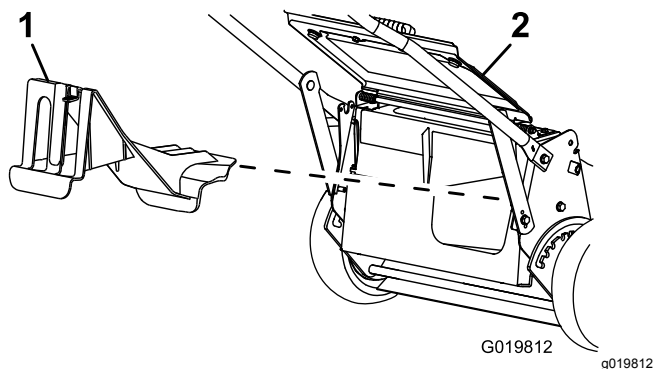

Figura 22
- Se il coperchio di scarico posteriore non è installato, afferratelo dalla maniglia, sollevate il deflettore posteriore e inseritelo nel condotto di scarico posteriore fino a bloccare il fermo in posizione; vedere Figura 22.
2. Rimuovete il coperchio di scarico posteriore abbassando il fermo con il pollice ed estraendo il coperchio dalla macchina (Figura 22).